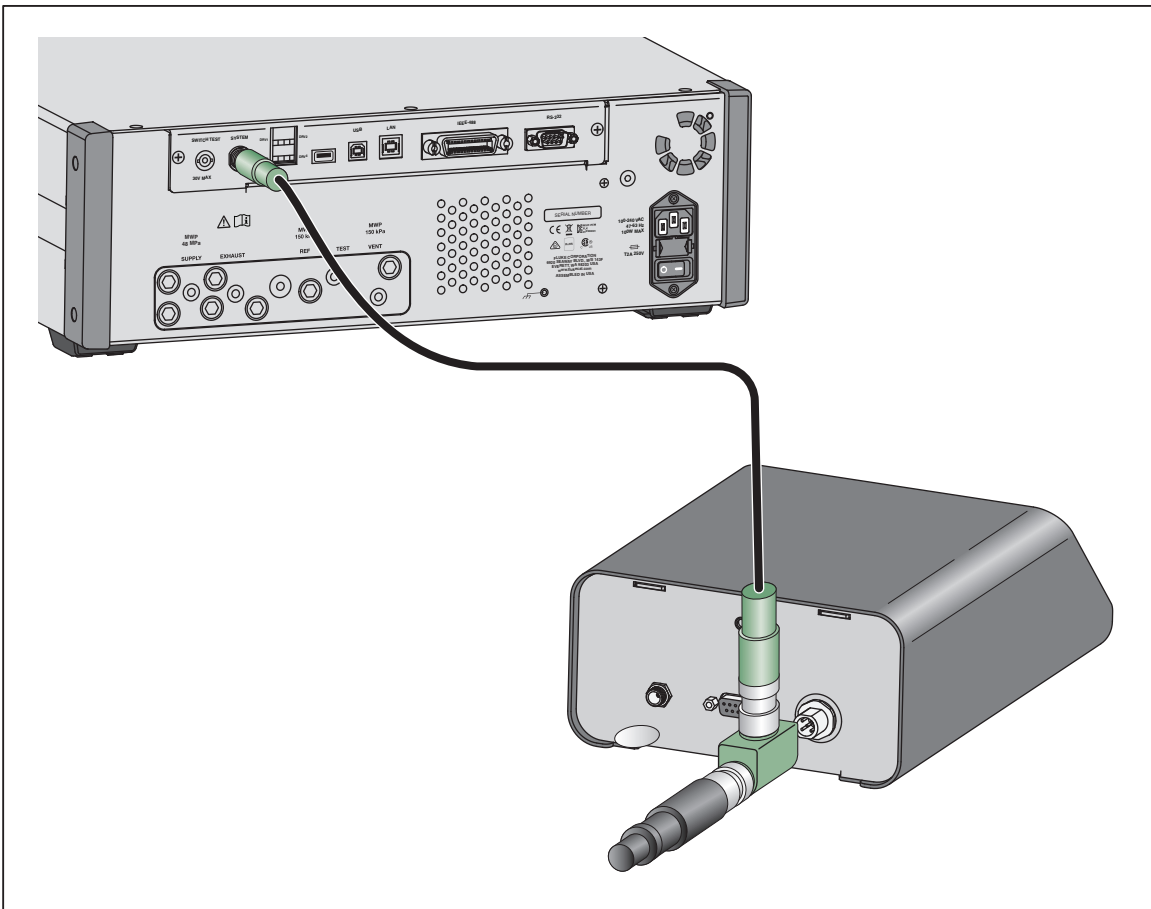

図 2.コントローラー接続
1. CAN バス・ケーブルをドッキング・ステーションに接続し、圧力コントローラーの背面パネルの CAN バス・コネクタに接続します。図 2 を参照してください。